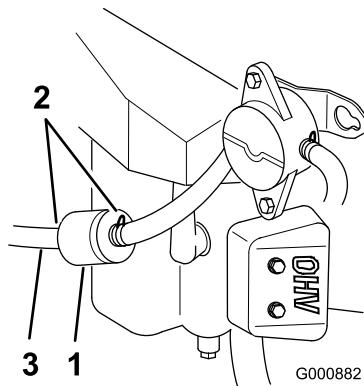

Figura 37
- Allentate la fascetta stringitubo e spostatela in alto sul tubo del carburante, lontano dalla valvola di intercettazione del carburante (Figura 37).
- Togliete i tubi del carburante dal filtro del carburante (Figura 37).
- Premete le estremità delle fascette stringitubo ed allontanatele dal filtro (Figura 37).
- Montate un nuovo filtro ed avvicinate le fascette stringitubo al filtro (Figura 37).